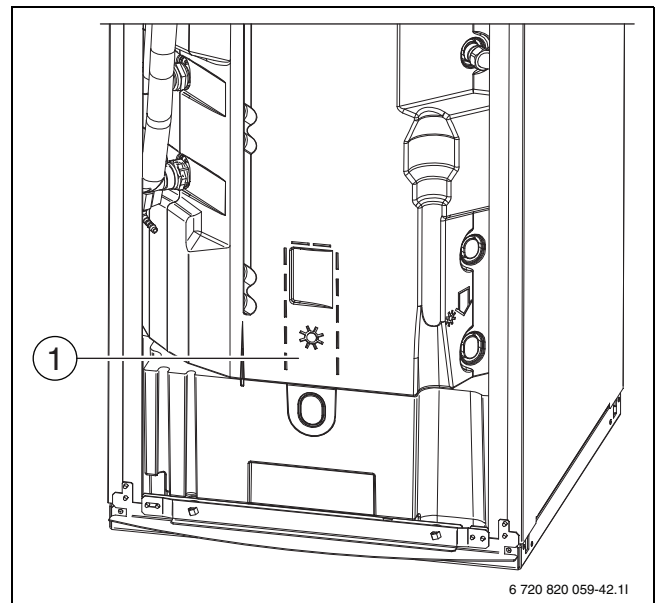

Bild 42 Anordnung von Temperaturfühler TW1 und ggf. TS2
- ▶ Speichertemperaturfühler TS2 installieren (→ Abb. 42).